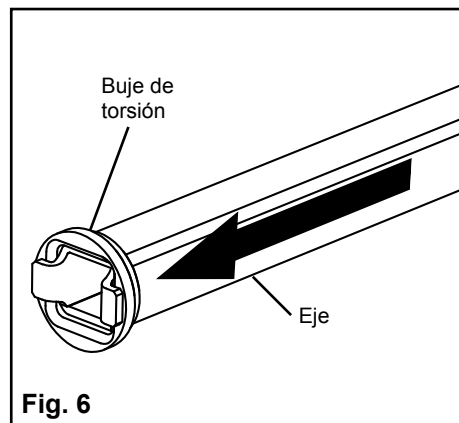

Fig. 6
12. Instale el buje de torsión en el eje (Fig 6).